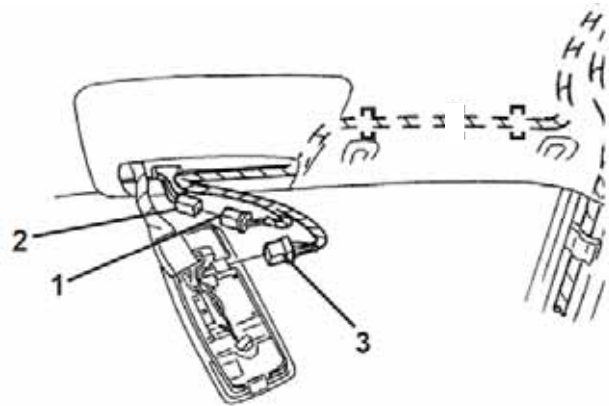

FIGURE 65
- 13.) CONNECT THE FEMALE CONNECTOR ON THE DVD DOME LIGHT HARNESS (1) TO THE MALE CONNECTOR ON THE VEHICLE MAP LIGHT HARNESS (2) AND CONNECT THE MALE DVD DOME LIGHT CONNECTOR TO THE VEHICLE MAP LIGHT. (SEE FIGURE 65)